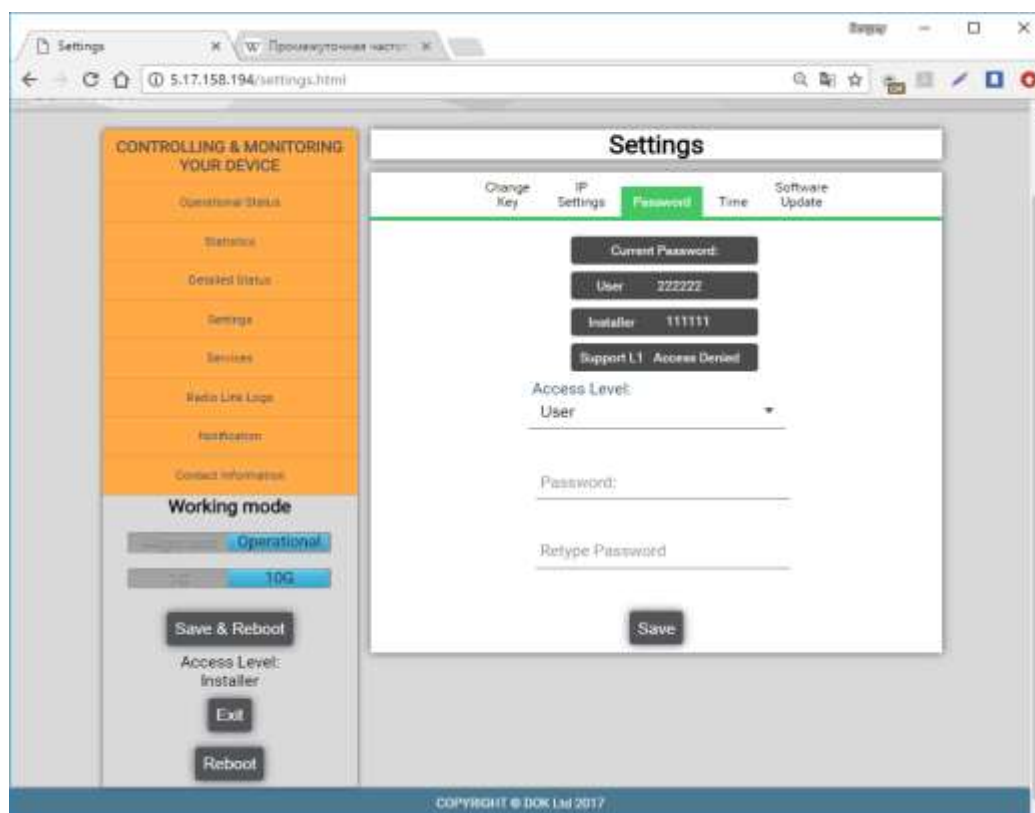

Рис. 6.7
- Чтобы изменить пароль для **User** или **Installer**, выберите в этом меню (рис. 6.7) вкладку **Password**. Введите новый пароль и его подтверждение, нажмите кнопку **Save**. Сохраните новый пароль в надежном месте (на диске, в облаке, в журнале работ и т.п.) согласно регламенту вашей организации. Утерянный пароль можно восстановить на пароль по умолчанию через обращение в службу сервиса ООО «ДОК».